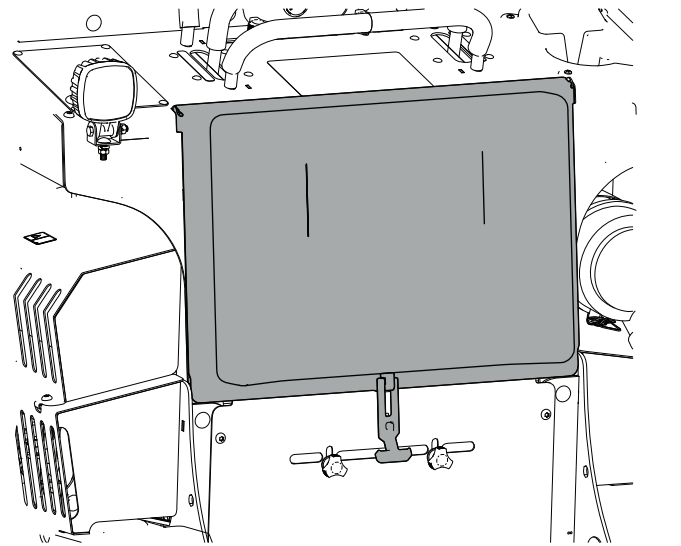

Bild 44
3. Entfernen Sie das Polster von der Bedienerplattform (Bild 44).